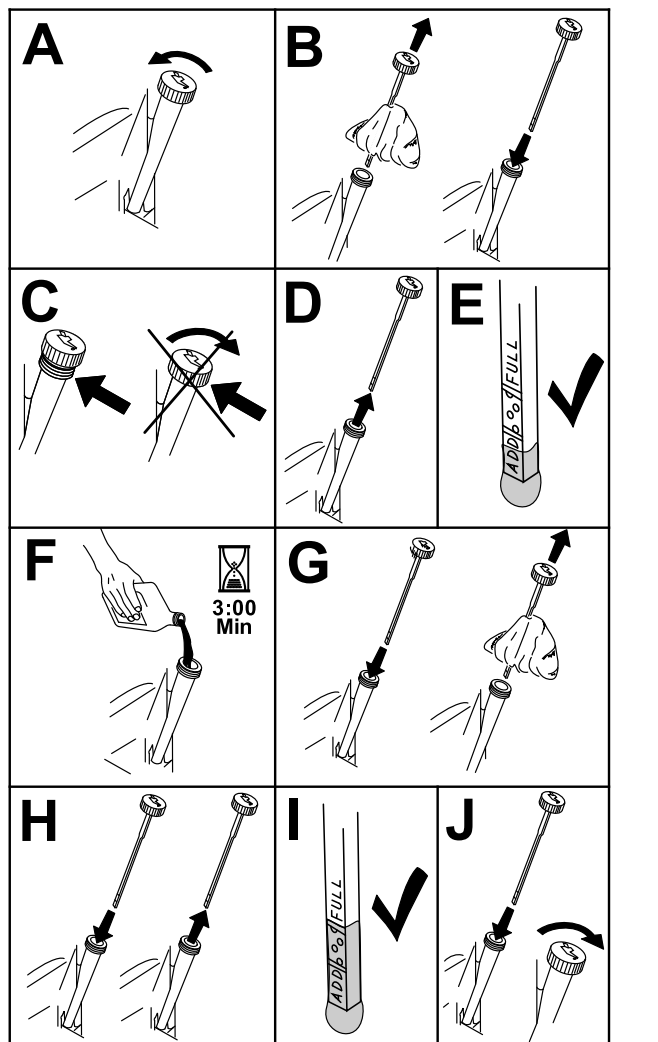

Figura 61
3. Per evitare morchia, residui d'erba, ecc. nel motore, pulite l'area attorno al tappo e all'asta di livello dell'olio prima della rimozione (Figura 61).